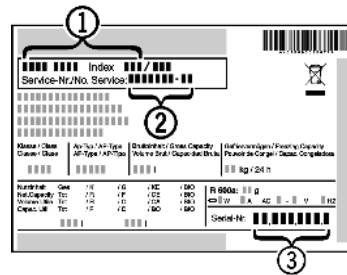

Fig. 33
- ▶ Z nazivne ploščice odčitajte oznako aparata *Fig. 33 (1)*, servisno št. *Fig. 33 (2)* in serijsko št. *Fig. 33 (3)*. Nazivna ploščica se nahaja na levi strani notranjosti aparata.